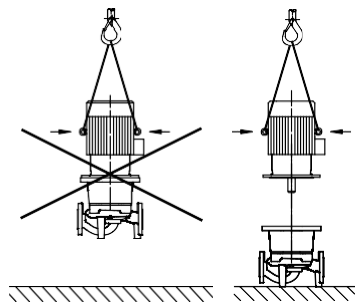

Рис. 4: Транспортування двигуна
- Петлі для транспортування на двигуні служать тільки для транспортування двигуна, транспортування усього насоса з їх допомогою недопустима (рис. 4).